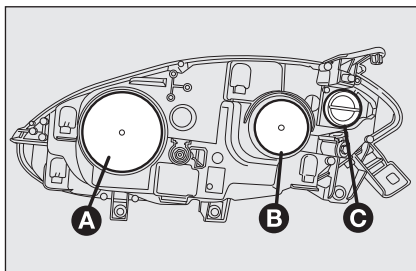
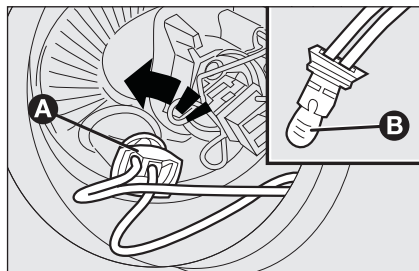

fig. 19
fig. 21
GRUPPI OTTICI ANTERIORI fig. 19
- rimuovere il coperchio di protezione **B**-fig. 19;
- rimontare correttamente il coperchio di protezione **A**-fig. 19.
- rimuovere il coperchio di protezione **A-fig. 19**;
- ruotare in senso antiorario il portalampada **A-fig. 21** e sfilarlo;
- rimontare la nuova lampada, inserire nuovamente il portalampada **A-fig. 21** quindi rimontare correttamente il coperchio di protezione **B-fig. 19**.
- rimontare correttamente il coperchio di protezione **B-fig. 19**.
- ruotare in senso antiorario il coperchio di protezione **C-fig. 19**;